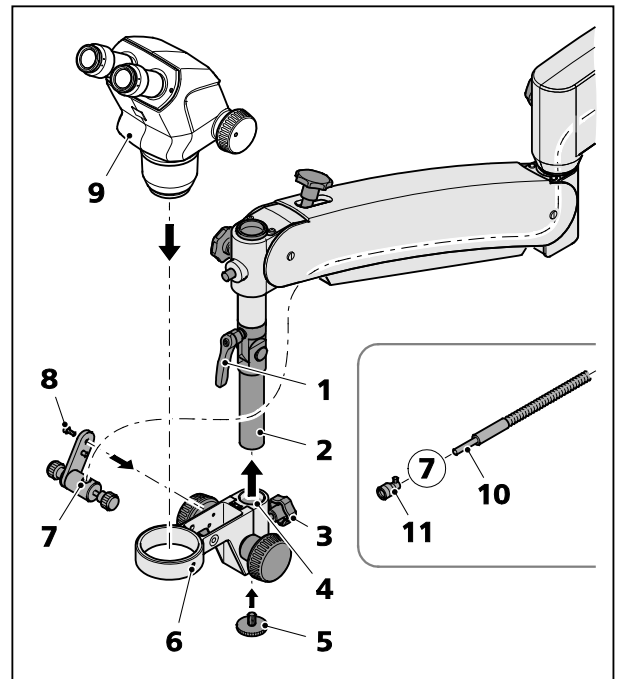

Bild 5 Stemi-Träger und Mikroskopkörper montieren
- Klemmhebel (Bild 5/1) am Neigekopf (Bild 5/2) lösen.
- Neigekopf (Bild 5/2) senkrecht ausrichten oder ggf. in gewünschte Winkelposition stellen und Klemmhebel wieder festziehen.
Die Winkelstellung des Klemmhebels (Bild 5/1) kann auf eine für den Klemmvorgang günstige Lage eingestellt werden. Dazu den Hebel aus der Rastung ziehen und in die gewünschte Winkelstellung drehen. Nach Loslassen des Hebels rastet dieser durch einen Federmechanismus automatisch wieder ein.
- Endstück (Bild 5/5) vom Neigekopf (Bild 5/2) abschrauben.
- Stemi-Träger (Bild 5/4) von unten auf den Neigekopf aufschieben und in gewünschter Position mit Sterngriffschraube (Bild 5/3) fixieren.
- Lichtleiterhalter (Bild 5/7) mit Schraube (SW3) (Bild 5/8) am Stemi-Träger anschrauben.
- Lichtleiterende (Bild 5/10) durch die Bohrung am Lichtleiterhalter (Bild 5/7) schieben und mittels Kopfschraube auf der Metallhülse (Durchmesser 10 mm) klemmen. Bitte beachten: nicht auf dem flexiblen Schlauch klemmen.
- Fokussieroptik (Bild 5/11) bis zum Anschlag auf den Lichtleiter schieben und festschrauben.
- Mikroskopkörper, z. B.: Stemi 508, (Bild 5/9) in die Aufnahmebohrung des Stemi-Trägers einsetzen und mit Klemmschraube (Bild 5/6) fixieren.